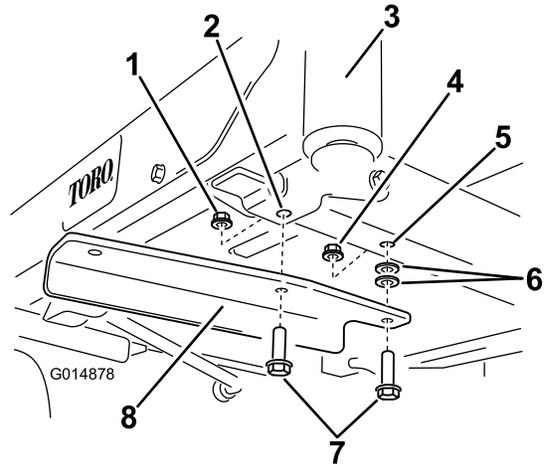

Figure 7
5. Fixez le support gauche au dessous du cadre au moyen de 2 boulons ($\frac{3}{8}$ x $1\frac{1}{4}$ po), 2 rondelles et 2 contre-écrous ($\frac{3}{8}$ po), comme montré à la Figure 7.